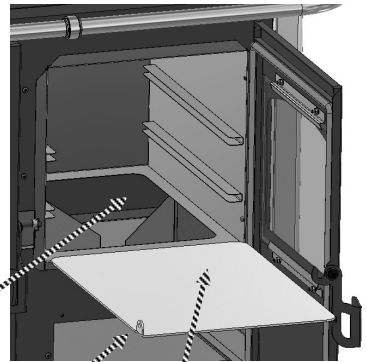

Fig. 3
Pulizia Girofumi SottoForno (Fig.3)
- Una volta eseguita la pulizia, procedere al montaggio dell'apparecchio, facendo quando descritto sopra in modo inverso, assicurarsi di eseguire un corretto assemblaggio delle parti. Attenzione al posizionamento della parte piegata verso l'alto vedi immagine Fig.3 .